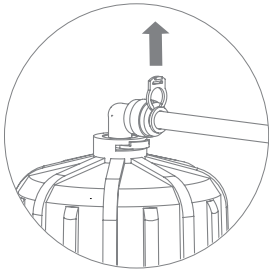

Рис. 24
3. Удалите стопорную клипсу, удерживая цанговое кольцо прижатым к основанию фитинга (рис. 24), аккуратно извлеките пластиковую трубку из посадочного места. При необходимости отсоедините все трубки от корпуса мембраны и извлеките его из скобы крепления.